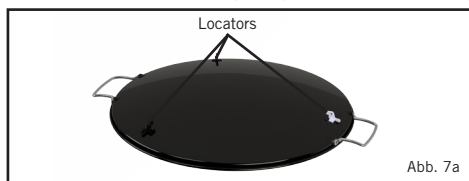

Abb. 7a
- Stellen Sie die Brennpfanne (F) auf die Rohr-Tripot-Einheit.
- Zur Vorbereitung platzieren Sie das Skottel-Braai derartig auf die Brennerpfanne (F), dass sich die drei Stifte (V) (Abb. 7a) richtig mit dem Rand der Brennerpfanne (F) verbinden und alles fest zusammenpasst.